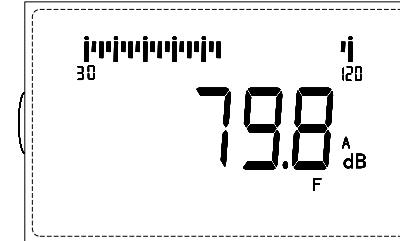

图5
- 1) 按计权按钮使显示器显示“C”，LCD上显示的就是“C”声级的测量值。按“计权”按钮使显示器显示“Lin”，LCD上显示的就是“线性声压级”的测量值。见图5。
3) 时间计权快（F）、慢（S）的选择一般采用快档“F”，如果读数变化较大，可采用慢档“S”时间计权。见图5。